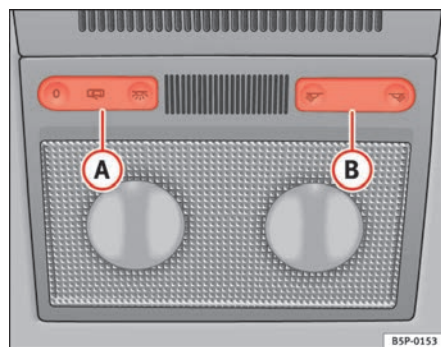

Abb. 79 Ausschnitt aus Dachhimmel: Innenleuchte vorne
Mit dem Schalter ⇒ Abb. 79 (A) können Sie folgende Positionen wählen:
Drücken Sie den Schalter auf die Position 0 ⇒ Abb. 79.